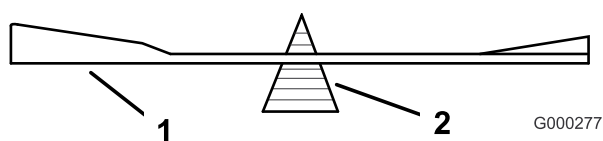

Figure 75
2. Vérifiez l'équilibre de la lame en la plaçant sur un équilibreur (Figure 75). Si la lame reste horizontale, elle est équilibrée et peut être utilisée. Si la lame est déséquilibrée, limez un peu l'extrémité de la partie